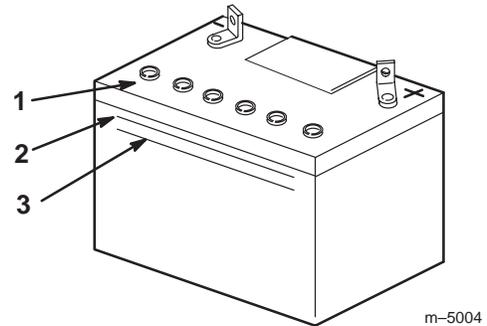

Figure 71
2. Observez le côté de la batterie. Le niveau de l'électrolyte doit atteindre le trait **supérieur** (Fig. 71). Ne laissez pas l'électrolyte descendre en dessous du trait **inférieur** (Fig. 71).
- Enlevez les bouchons d'aération de la batterie (Fig. 71).
- Versez lentement de l'eau distillée dans chaque élément jusqu'au trait **supérieur** (Fig. 71) sur le côté de la batterie.
- Attendez cinq à dix minutes après avoir rempli les éléments. Ajoutez de l'eau distillée au besoin, pour amener le niveau au repère **supérieur** (Fig. 71) sur le côté de la batterie.